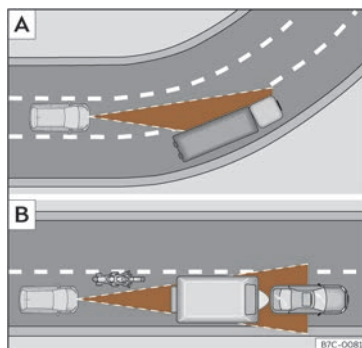

Fig. 132 **A** Véhicule à l'abord d'un virage.
L'ACC pourrait ne pas détecter dans un virage le véhicule précédent, ou pourrait régler la distance par rapport à des véhicules qui se trouvent sur d'autres voie >>> **fig. 132 [A]**.
- Véhicules circulant de manière non alignée ou en dehors de la zone de détection du capteur, par exemple, des motos >>> **fig. 132 [B]**.